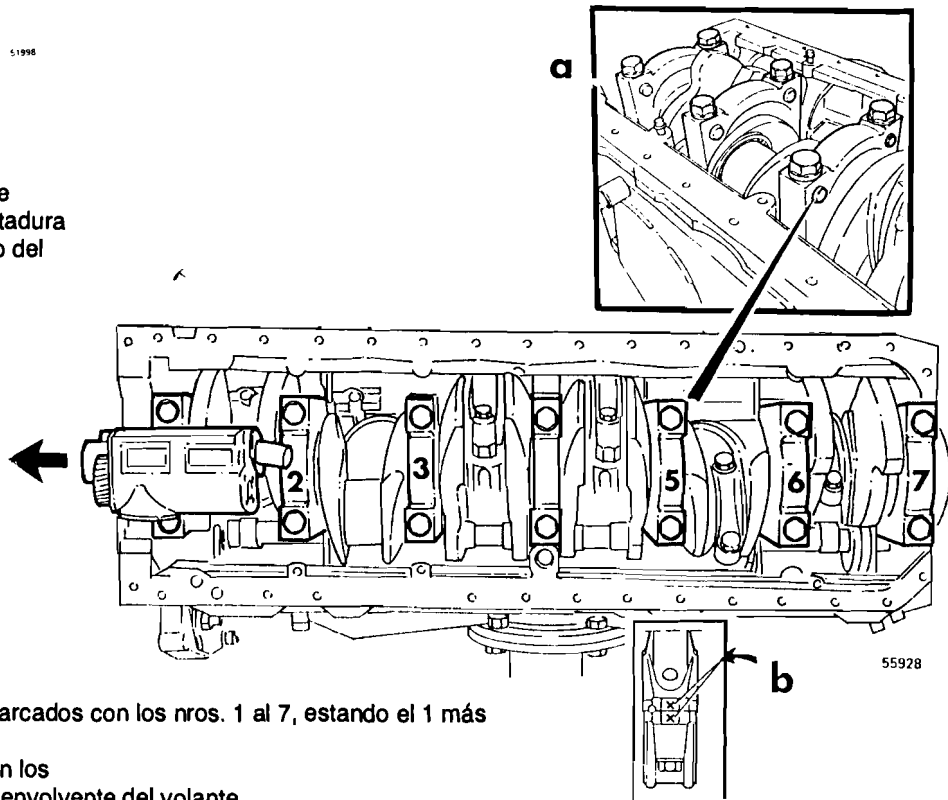

Fig. 147
- 26 Montar los sombreretes de bancada y observar las marcas. Estas indican la ubicación de los sombreretes, véase la fig. 147.
30 Montar el cojinete de biela y el sombrerete. Observar las marcas. Estas indican la ubicación de los sombreretes, véanse figs. 147 y 150.